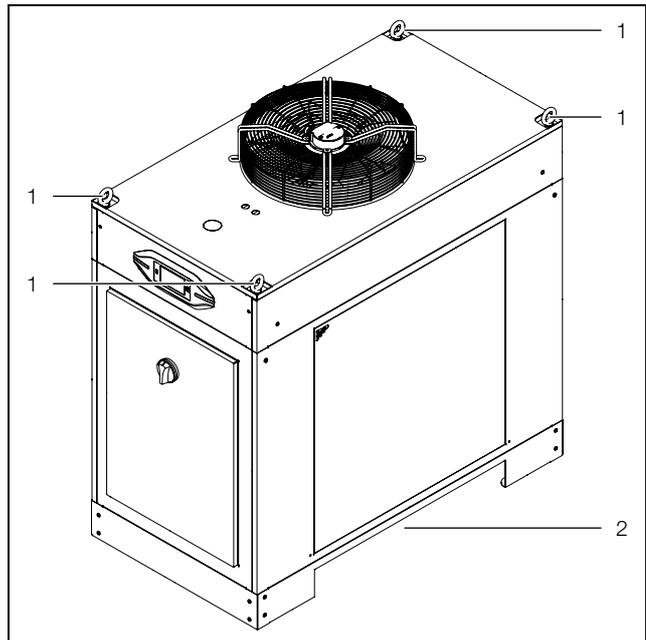

Abb. 18: Transport (Darstellung zeigt beispielhaft Ausführung SK 333640x)
- an den dafür vorgesehenen Transportösen mit Hebezeugen (Abb. 18, Pos. 1) oder
– mit Hilfe eines Flurförderfahrzeugs durch Unterfahren und Anheben von der Seite (Abb. 18, Pos. 2).
Legende Abb. 18